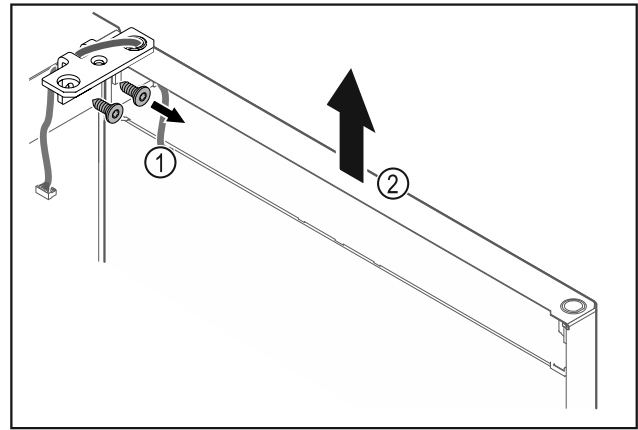

Fig. 14
- Dévisser l'équerre de la charnière Fig. 14 (1).
- Soulever la porte (équerre de charnière incluse) Fig. 14 (2) d'environ 200 mm et la retirer.